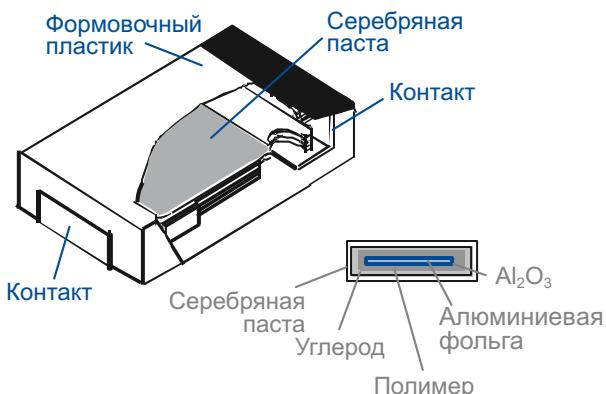

Рисунок 1.
- **Многослойные полимерные алюминиевые конденсаторы** в качестве электролита используют проводящий полимер и имеют алюминиевый катод (Рисунок 1). В зависимости от конкретной модели, эти конденсаторы охватывают диапазон напряжений от 2 до 25 В и диапазон емкостей от 2.2 до 560 мкФ. Отличительная электрическая характеристика этих полимерных конденсаторов – чрезвычайно низкое эквивалентное последовательное сопротивление (ESR). Например, ESR